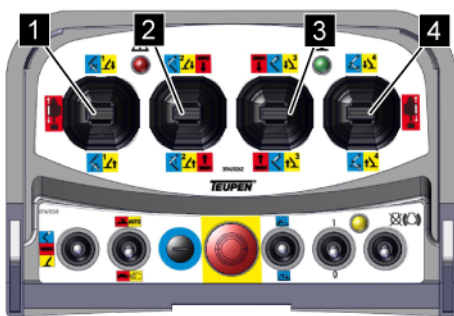

Abb. 122: Steuerhebel Stützen
9. → Mit den Steuerhebeln (Abb. 122/1 bis 4) die Stützen 1 bis 4 gemäß nachfolgender Tabelle bedienen.